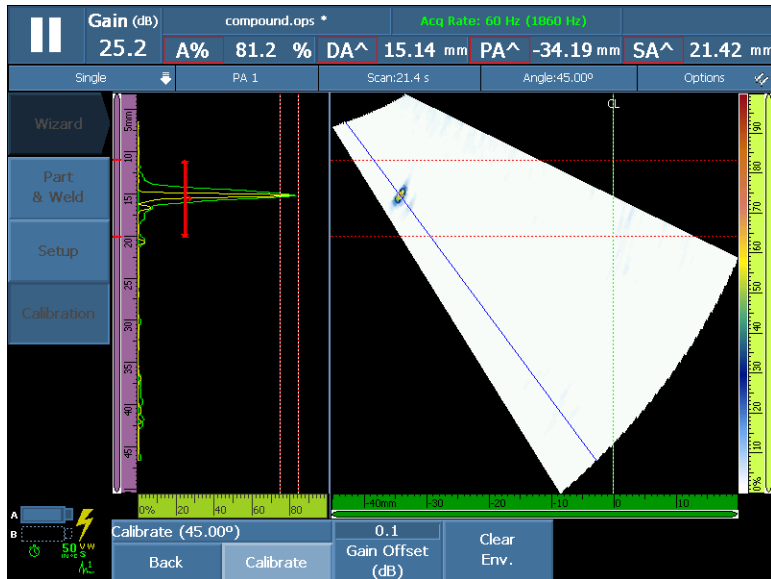

Рис. 5-16 Огибающая для калибровки чувствительности первого угла
- a) Перемещайте ПЭП вперед-назад по калибровочному образцу над опорным отражателем для построения на экране огибающей (см. Рис. 5-16 на стр. 141).